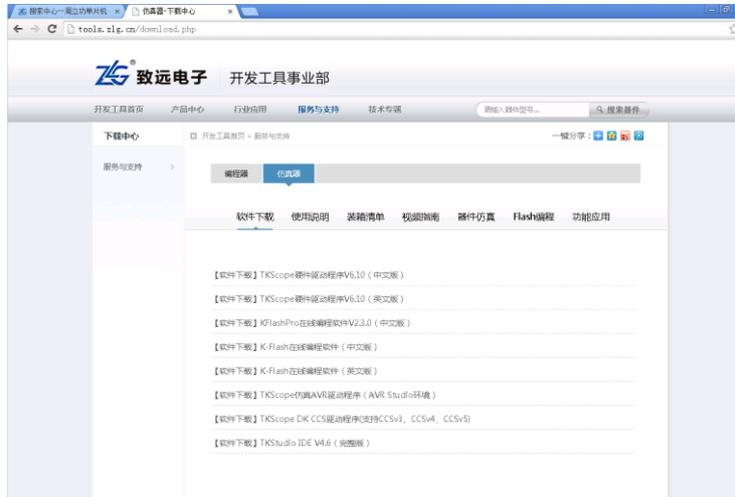
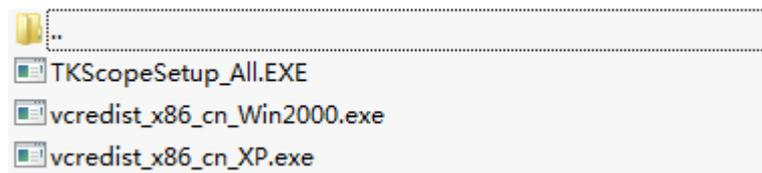
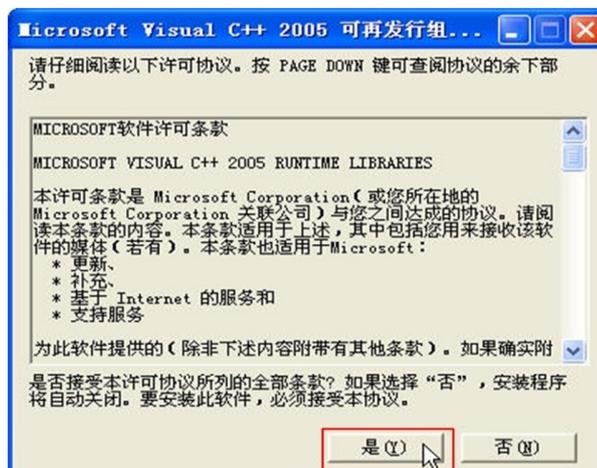

图 1.15 下载 TKScope
图 1.16 TKScope 驱动程序
图 1.25 VC8 运行库
如果需要使用 CK100/AK100 仿真器，则必须安装 TKScope 仿真器驱动。其最新驱动程序可以从 <http://tools.zlg.cn/download.php> 下载，见图 1.15。
当前，TKScope 的最新版本为 V6.10，点击图 1.15 中的下载链接便可下载到名为 **TKScope_hardware_driver_cn.zip** 的压缩包。解压该压缩包后，得到 **TKScopeSetup_ALL.EXE**、**vcredist_x86_cn_XP.exe** 等几个文件，见图 1.16 所示。
1. 双击图 1.16 中的 **TKScopeSetup_ARM.exe**，系统弹出如图 1.17 所示的对话框，点击【Next】。
1. 双击图 1.16 中的 `vc8redist_x86_cn_XP.exe` (这里以 Windows XP 为例，请选择与您的操作系统对应的版本)，系统弹出如图 1.25 所示的对话框，点击【是(Y)】。